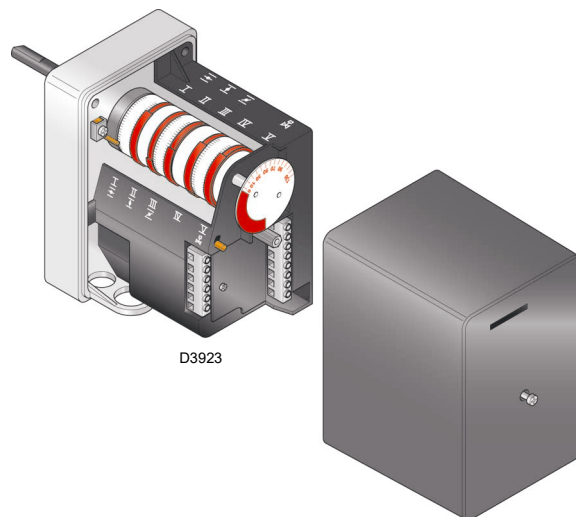

Fig. 29
El servomotor (Fig. 29) regula contemporáneamente el registro del aire, con la leva de perfil variable, y la válvula de mariposa de gas. El servomotor gira 130° en 42 segundos.
- 5s: Arranca el programa de la caja de control eléctrica. El servomotor arranca: gira 130° hacia la derecha, es decir, hasta la intervención del contacto en la leva (Fig. 29 en pág. 26).
- 75s: El servomotor gira hacia la izquierda hasta el ángulo configurado en la leva III (Fig. 29 en pág. 26) para la MÍN potencia.
- 95s: El registro de aire y la mariposa del gas se sitúan en la potencia MÍN (con leva III - Fig. 29 en pág. 26 - a 65°).